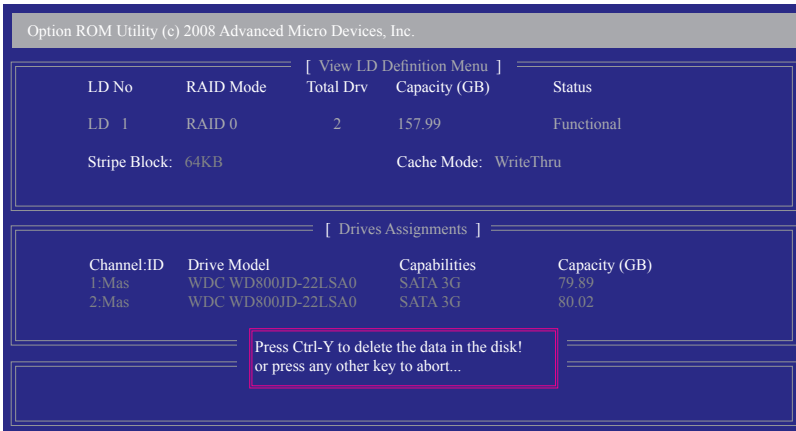

图9
2. 之后您将进入如图9所示的“View LD Definition Menu”窗口。在此窗口里，您可以看到包含在此磁盘阵列中的磁盘成员。若您确定要删除该磁盘，请按<Ctrl> + <Y>键或按任意键取消。